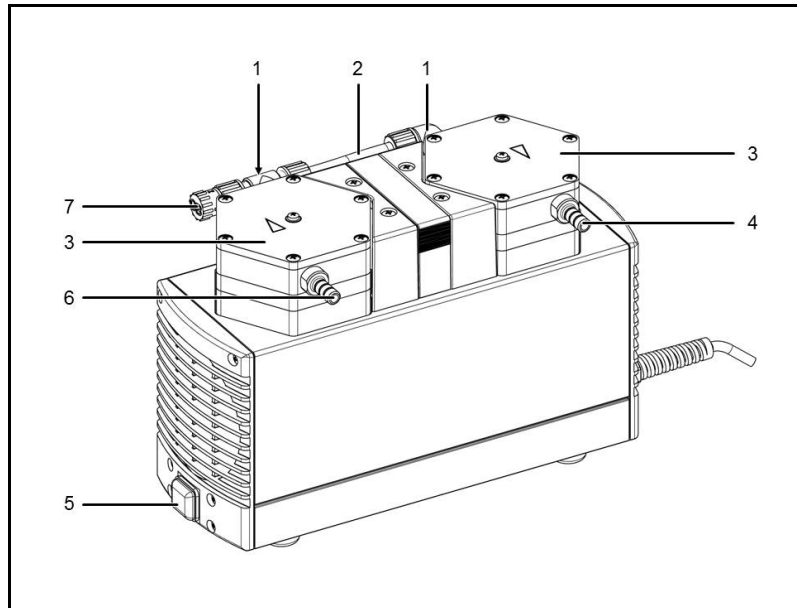

Abb. 3: Membranpumpe (dargestellt Pumpe N 840.3 FT.18G)
1. Schläuche vom pneumatischen Pumpeneingang (Abb. 3/6) und Pumpenausgang (4) abnehmen.
2. Verschaltung (2) zwischen den Pumpenköpfen (3) öffnen.
3. Verschaltungsstutzen (1) vom ansaugenden Pumpenkopf heraus-schrauben.
4. Gasballast (7) in den Pumpenkopf einschrauben.
5. Verschaltung (2) zwischen den Pumpenköpfen schließen.
- Pumpe mit Netzschalter einschalten (siehe Abb. 3/5).
- Pumpe mit Netzschalter ausschalten (siehe Abb. 3/5).